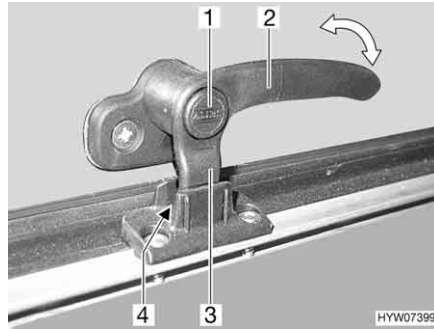
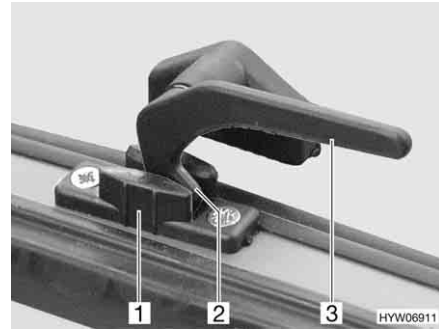

Bild 74 Låsarm med låsknapp i läget "kontinuerlig vädring"
Bild 75 Låsarm i läget "kontinuerlig vädring"
- I läget "kontinuerlig vädring" (Bild 74 och Bild 75)
- Tryck på låsknappen (Bild 74,1) om sådan finns och håll den nedtryckt.
- Sväng låsarmen (Bild 74,2 eller Bild 75,3) ett kvarts varv mot fönstrets mitt.
- Vrid tillbaka låsarmen. Därvid måste låsarmens låsspak (Bild 74,3 eller Bild 75,2) föras in i spåret på fönsterlåsen (Bild 74,4 eller Bild 75,1).
- Släpp låsknappen (Bild 74,1) om sådan finns.